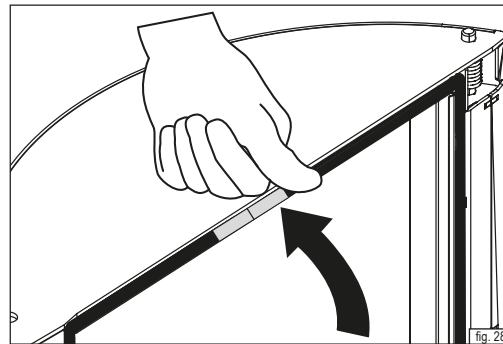

fig. 28
- ▶ Avvolgere l'estremità anche con il nastro di rame (fig. 20) e premere la guarnizione all'interno della guida (fig. 28)